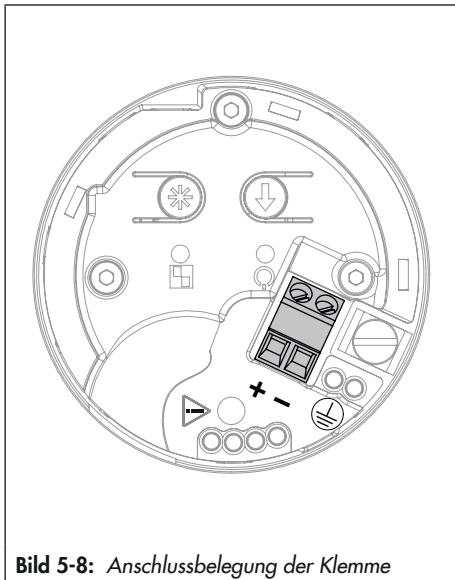

Bild 5-8: Anschlussbelegung der Klemme
2. Signalleitungen nach Bild 5-8 an den Schraubklemmen anschließen.